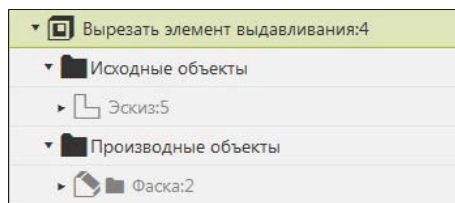

Рис. 23.6. Область иерархии **Дерева**
- ◆ при выделении в **Дереве** модели объекта в его нижней части отображается информация об иерархии отношений выбранного объекта (рис. 23.6) — в ней показываются объекты, являющиеся исходными и производными по отношению к вновь вы-